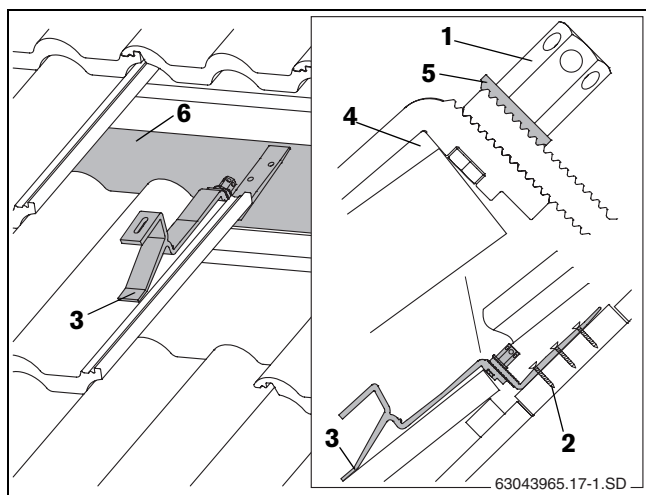

Fig. 40 Crochet monté (pour une meilleure visibilité, certaines tuiles n'ont pas été représentées)
- Poser le support à l'avant sur la tuile de manière à ce qu'il se trouve dans le creux de la tuile en cas de charge (→ fig. 40, [3]).
Le crochet doit avoir un peu de jeu au niveau du bord supérieur de la tuile (→ fig. 40, [4]).
- Glisser le crochet vers le bas jusqu'à ce qu'il repose sur le chevron ou sur les planches/madriers (→ fig. 40, [6]).
La rondelle dentelée (→ fig. 40, [5]) doit s'encaster dans les dents de la partie inférieure du crochet.
- Serrer l'écrou long à tête hexagonale (→ fig. 40, [1]). Pour cela, introduire la clé plate SW5 dans la perforation de l'écrou et tourner.
- Fixer la partie inférieure du crochet sur le chevron au moins dans la première (→ fig. 40, [2]) et seconde perforation avec une vis appropriée.